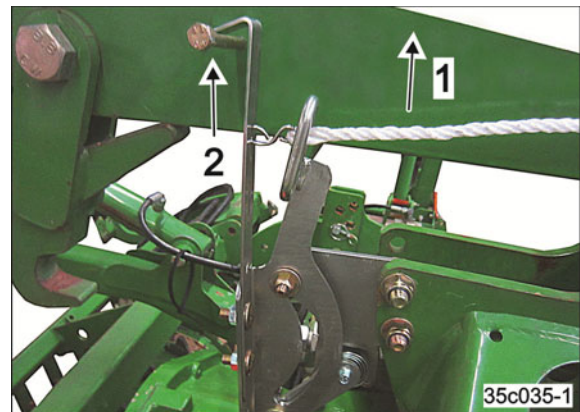

Рис. 96
11. Ограничьте высоту подъема сеялки, зацепив крюк за палец (Рис. 96/2) в необходимом положении.